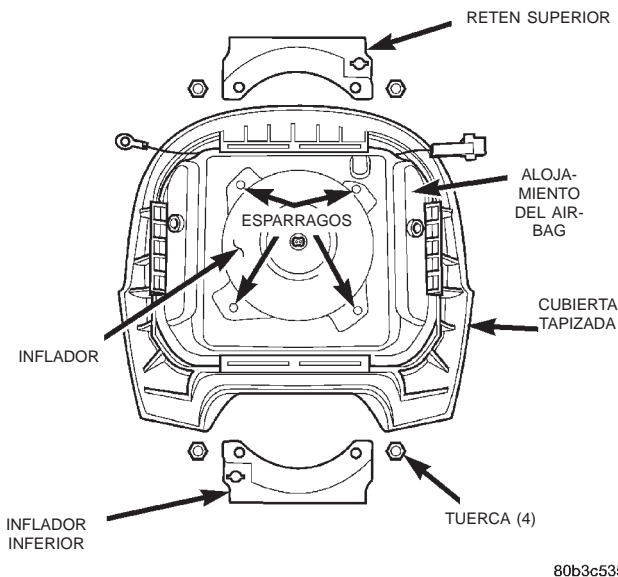

Fig. 6 Desmontaje e instalación de los retenes de la cubierta tapizada del airbag del lado del conductor
(4) Retire los retenes superior e inferior de la cubierta tapizada de los espárragos del alojamiento del airbag (Fig. 6).
(5) Desenganche el retén del conector del cable de alimentación del conmutador del claxon del orificio de instalación en el retén superior de la cubierta tapizada.